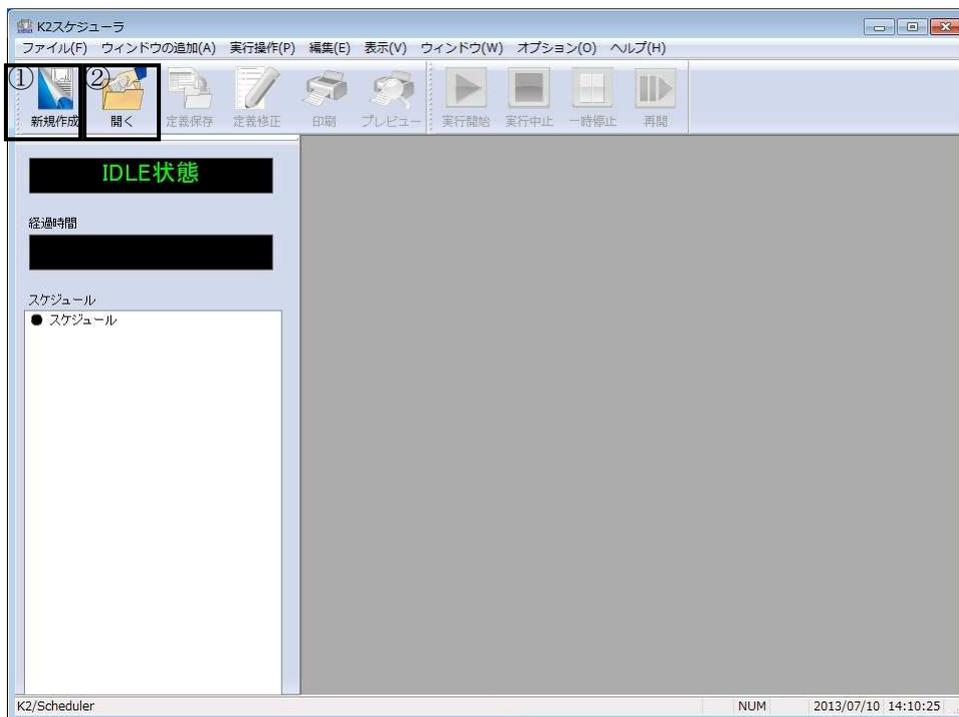
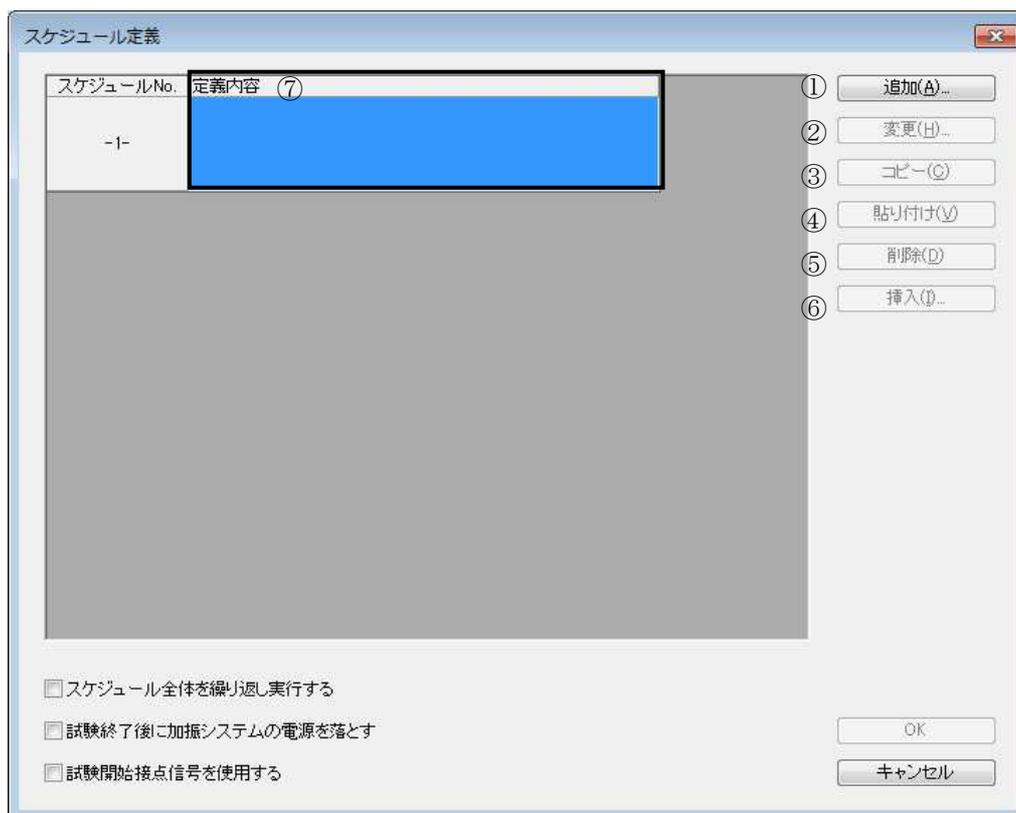

Fig.2-1-1 スケジューラの初期画面
Fig.2-1-2 スケジュールの定義画面
また、ロードした「スケジュール定義ファイル」の内容を変更してスケジュール実行を実施することも可能です。スケジューラを起動するとFig.2-1-1に示される画面が表示されます。
図中の①「新規作成」を押下すれば、Fig.2-1-2に示される定義用の画面が表示されます。
同様にFig.2-1-1の②「開く」を押下してもFig.2-1-2と同じ画面が表示されます。この時、新規の場合には何も定義されていないので、Fig.2-1-2の⑦で示された定義内容の部分が空欄になっています。「開く」を押下した場合には、既にスケジュールの定義されたファイルを開くことになるので、この部分には定義された内容が表示されます。
スケジュール定義用ウィンドウ (Fig.2-1-2) において、次の各プッシュボタンを押下することにより、実行するスケジュールの定義を行います。
各ボタンの実際の動作を確認するために具体的にスケジュールを作成する手続きを示します。ここでは、新規製作の場合を例にとり、あらかじめ定義されている SINE と RANDOM の試験条件を使ってスケジュールの作成を行います。スケジューラを起動すると Fig.2-1-1 の画面が表示されるので図中の「新規作成」を押下します。